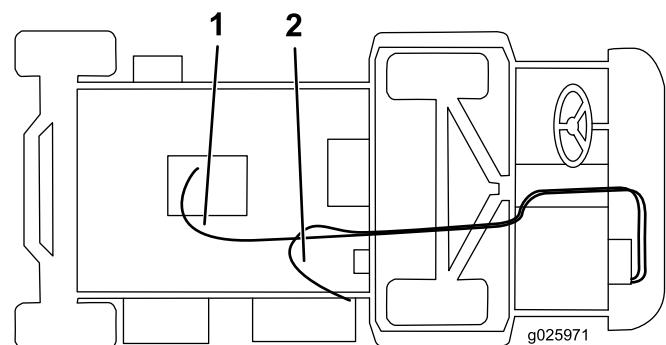

Figura 9
5. Conecte la manguera larga a la válvula del calentador con una abrazadera, y pásela por debajo de la unidad, por encima del eje y hasta el acoplamiento recto (Figura 9).
6. Conecte la manguera más corta al acoplamiento en T blanco con una abrazadera, pásela por la abrazadera en R del soporte del calentador, y conéctela al acoplamiento en T de la manguera inferior del radiador con una abrazadera (Figura 9).